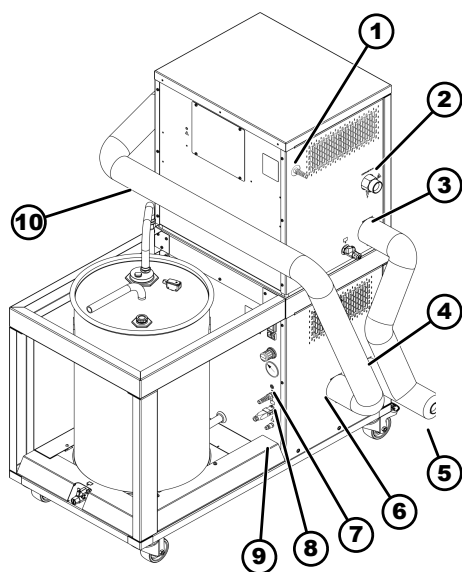

Fig. 11: Assemblage sans appareil de thermorégulation
- Le Régulateur de débit est prêt à l'emploi sur l'Unité de remplissage et de vidange. Les tuyaux sont isolés. Vous disposez d'un petit tuyau courbé équipé d'un raccord en T (5) et d'un long tuyau courbé (10, Fig. 11).
- 5. Vissez l'autre extrémité du tuyau sur le raccord OUTFLOW XT/P (6, Fig. 11) de l'Unité de remplissage et de vidange.
- 6. De ce côté des deux appareils, vissez le tuyau court muni d'un raccord en T sur le raccord inférieur. Le raccord est identifiable grâce à la mention RETURN XT/P (4, Fig. 11).
- 7. Vissez l'autre extrémité du tuyau sur le Régulateur de débit. Le raccord est identifiable grâce à la mention RETURN XT/P (3, Fig. 11).
13. Vissez l'autre côté sur le raccord d'entrée du Régulateur de débit. Le raccord d'entrée est identifiable grâce à la mention OUTFLOW XT/P (2, Fig. 11).
14. Prenez le câble LiBus (8, Fig. 11) de l'Unité de remplissage et de vidange, enfoncez-le dans la douille LiBus d'Integral XT, puis vissez dans le sens horaire.
15. Enfoncez et vissez le raccord en T (EKS 073) pour LiBus sur la douille LiBus (7, Fig. 11) de l'Unité de remplissage et de vidange.
16. Raccordez la fiche du câble LiBus (1, Fig. 11) du Régulateur de débit à une douille LiBus du raccord en T (7) de l'Unité de remplissage et de vidange.
18. Alimentez l'Unité de remplissage et de vidange en air comprimé. Enfichez ensuite le flexible d'air comprimé sur la connexion (9, Fig. 11) de l'Unité de remplissage et de vidange.